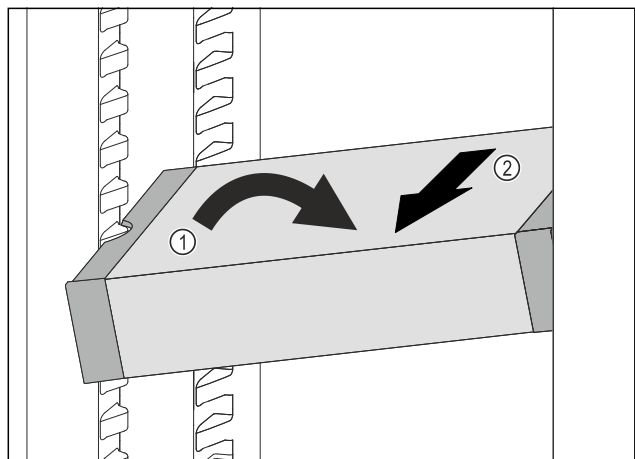

Fig. 132
- ▶ Наклонете VarioSafe в хладилната част. Fig. 132 (1)
- ▶ Извадете VarioSafe напред. Fig. 132 (2)